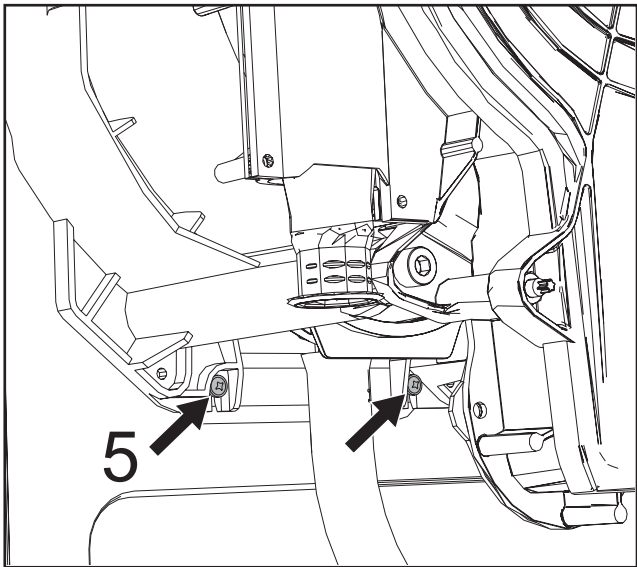

Рис. 50
- Ослабьте 2 **нижних винта «5»**, служащих для крепления теплообменника к раме (рис. 50).